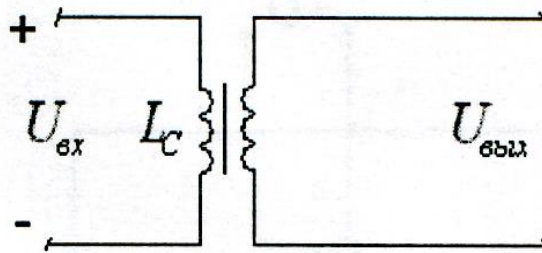

Рис.5.6. Стабилизирующий трансформатор.
**Пример 1.5.** Составит дифференциальное уравнение, и определить передаточную функцию стабилизирующего трансформатора (рис.5.6)